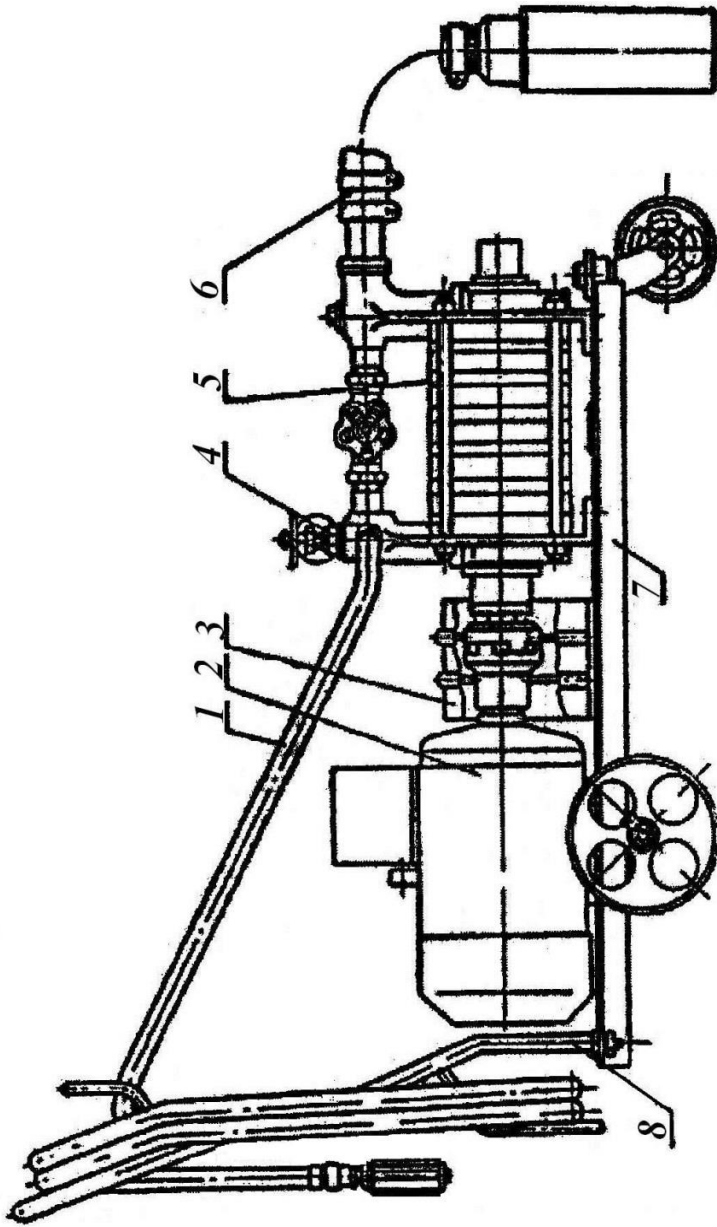

Рис.1. Общий вид установки, модель ЦКБ-1112:
3.1. В состав установки входят (рис.1): нагнетательный шланг с пистолетом, электродвигатель, кожух, манометр, насос, \*всасывающий шланг с фильтром, тележка, ручка.